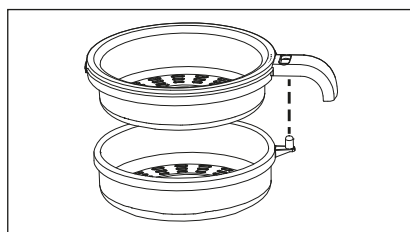

Fig. 1
- Ne saisissez pas directement le cône de pressage ❷/❸ en rotation et ne tenez aucun ustensile de cuisine ou d'autres objets à proximité des pièces en rotation. Éloignez les vêtements et les cheveux des pièces en rotation.
- ◆ Si nécessaire, déroulez le cordon de son dispositif d'enroulement ❷.
- ◆ Placez la base ❶ sur une surface plane et sèche.
- ◆ Assemblez le filtre ❹/❺. Placez pour cela les deux parties l'une sur l'autre de manière à ce que le sélecteur ❻ dépasse de l'ouverture correspondante dans la partie supérieure du filtre ❹ (Fig. 1). Pressez les deux parties jusqu'à ce qu'elles s'enclenchent.